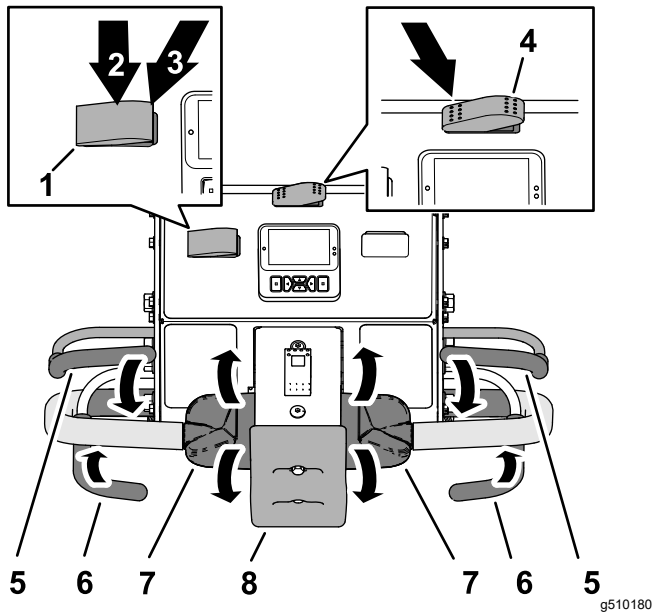

Figura 75
1. Mueva el interruptor de transporte/aireación hasta la posición de AIREACIÓN (Figura 75).